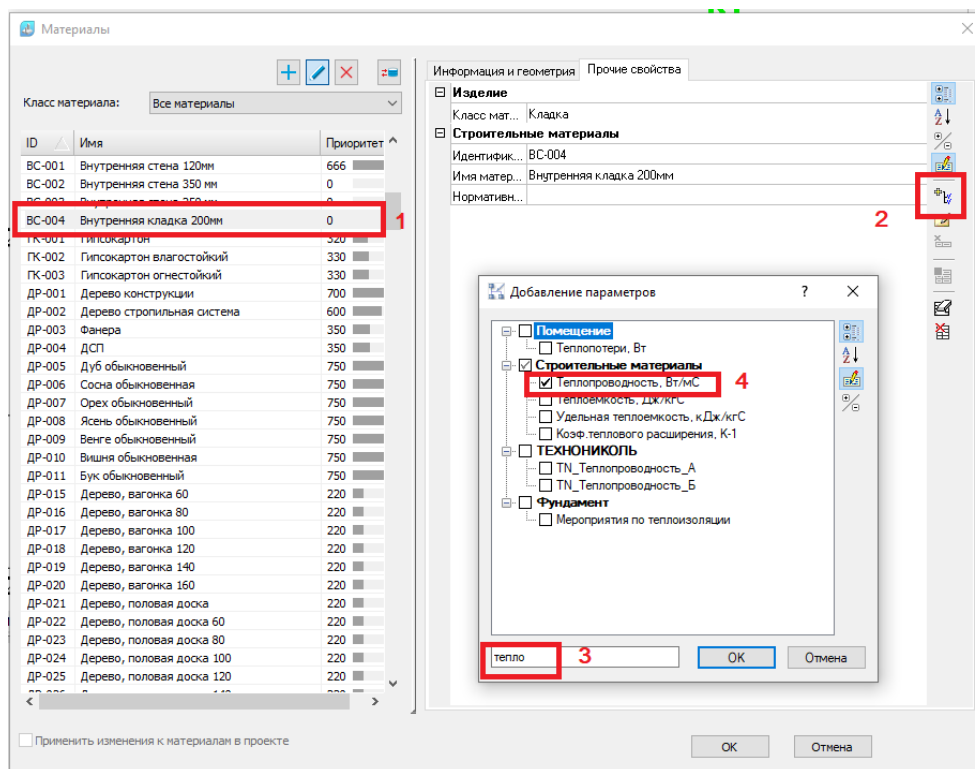

Рисунок 10 – Добавление параметра
Добавьте параметр «Теплопроводность, Вт/мС» и укажите расчетное значение (см. рис. 10). Для того, чтобы добавить параметр: выберите материал в списке (1), щёлкните на кнопку «Добавить параметры из списка» (2), в поисковой строке введите название параметра (3), поставьте галочку у соответствующего параметра (4).